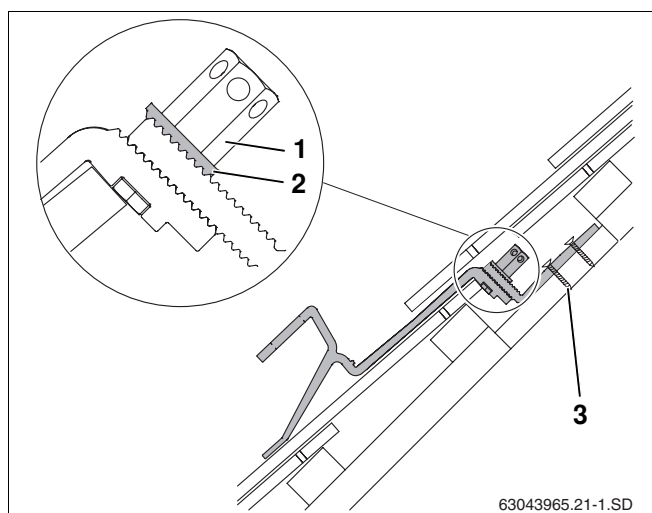

Fig. 19 Crochet de fixation monté – coupe avec partie inférieure du crochet raccourcie
La rondelle dentelée (fig. 19, **pos. 2**) doit s'encraster dans les dents de la partie inférieure du crochet.
- ▶ Serrer l'écrou long à tête hexagonale (fig. 19, **pos. 1**). Pour cela, introduire la clé plate SW5 dans la perforation de l'écrou et tourner.
- ▶ Fixer la partie inférieure du crochet au chevron ou à la planche/au madrier à l'aide des vis appropriées au moins dans la première (fig. 19, **pos. 3**) et la deuxième perforation.